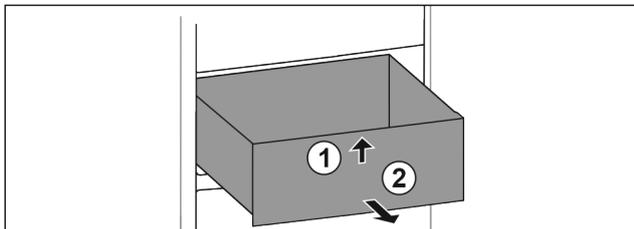

Fig. 48
- ▶ Soulever la partie avant du tiroir. Fig. 48 (1).
- ▶ Retirer le tiroir par l'avant. Fig. 48 (2)